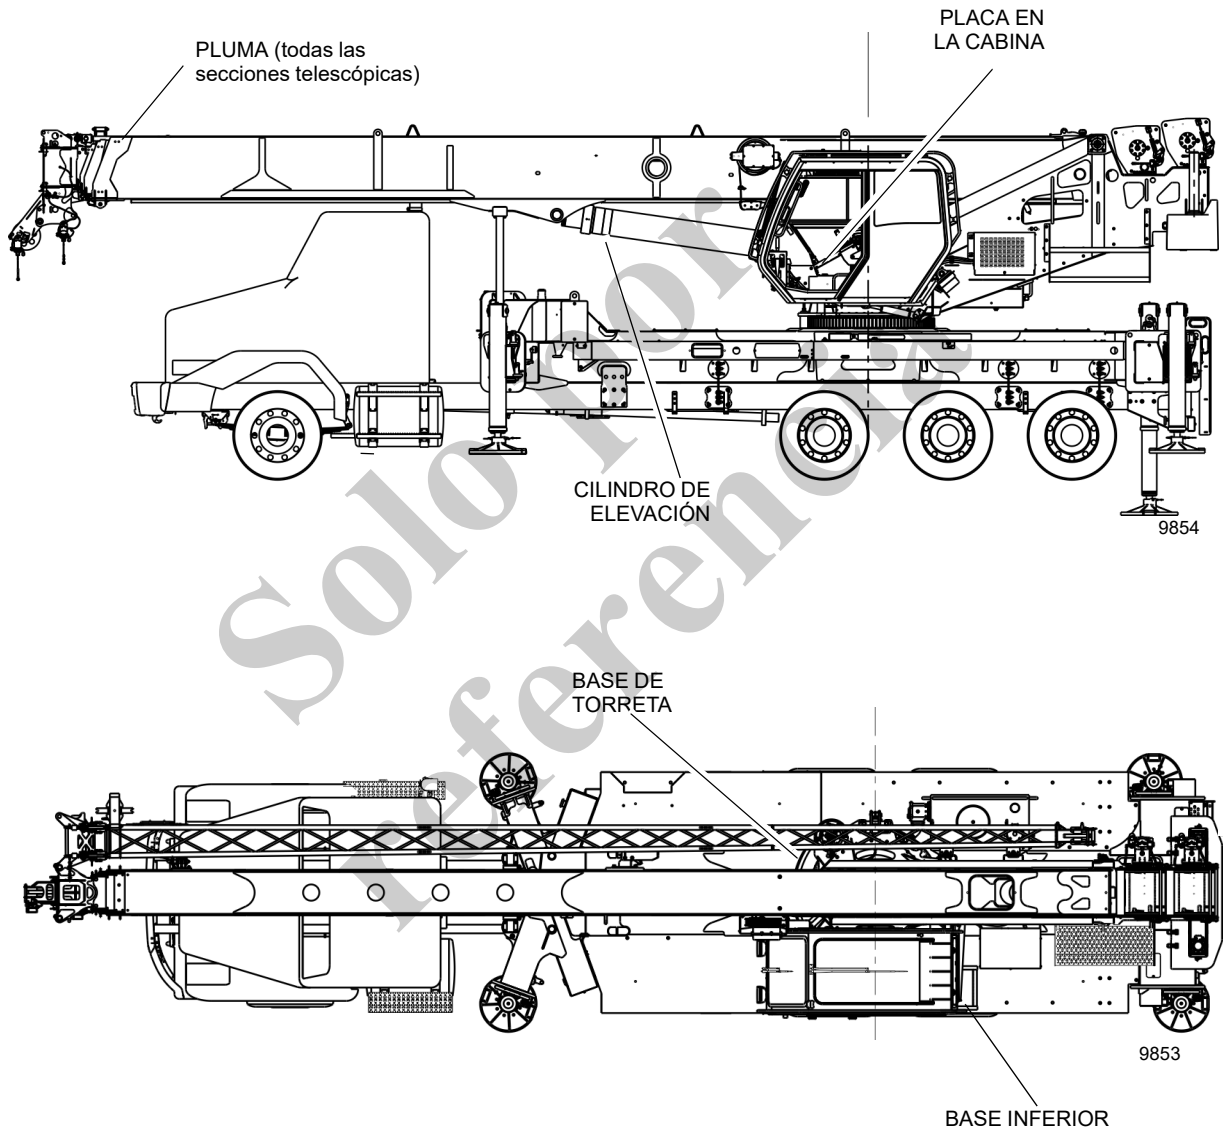

FIGURA 9-1
- **Identificación del número de serie:** la Figura 9-1 muestra las ubicaciones típicas del número de serie de los componentes principales de la grúa.